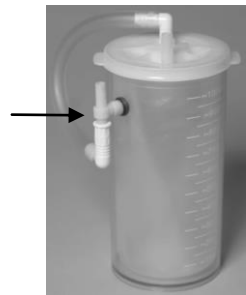

Fig. 4
4. Connect pre-attached liner tubing to the bottom end of the canister bracket (Fig. 4).
4. Den vormontierten Verbindungsschlauch am unteren Ende des T-Stückes des Außenbehälters befestigen (Abb. 4).
4. De voorgeïmteerde verbindingsslang aan het onderste uiteinde van het T-stuk van het buitenhouder bevestigen (afbeelding 4).